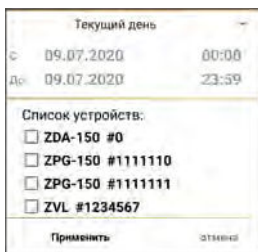
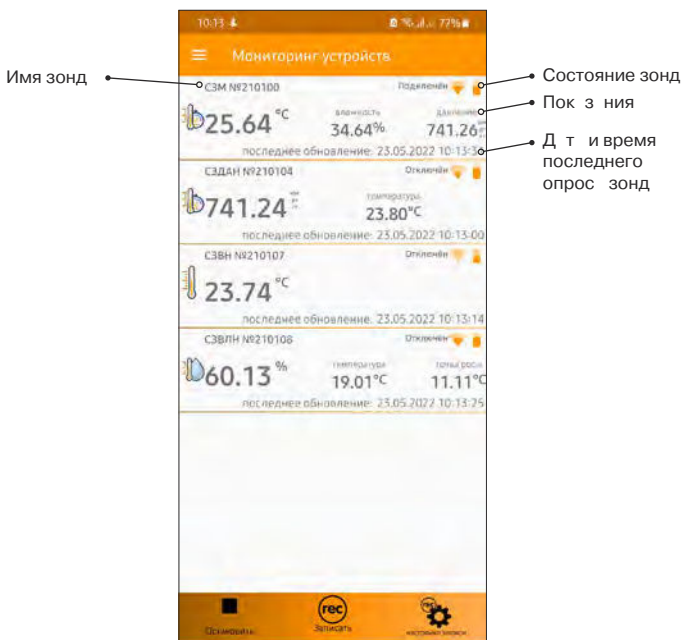

Рис. 15
Рис. 16
- нажмите на имя зонд (показано на рис. 15), появится всплывающее окно с информацией о зонде, рис. 16;